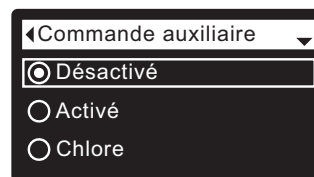

FIG. 86
7. Appuyez sur le sélecteur (O) pour afficher le menu de la commande auxiliaire (cf. Figure 86).
8. Si le cercle à gauche de l'option souhaitée a déjà un point (cf. Figure 86), passez à l'étape 9. Sinon, appuyez sur le bouton BAS (▼) ou HAUT (▲) pour passer à l'option souhaitée, puis sur le sélecteur (O) pour valider votre choix.